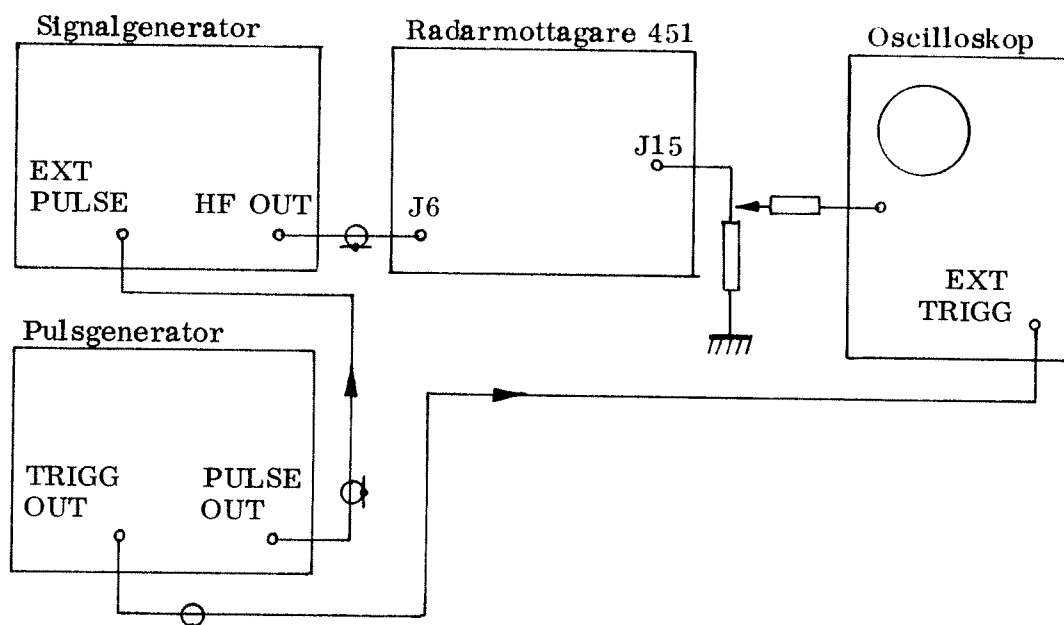

Bild 5. Mätuppkoppling för kontroll av förstärkning
4.4.1.1 Koppla upp enligt bild 5.
- 4.4.2.1 Uppkopplingen ska ske enligt bild 5 och inställningarna enligt avsnitten 4.4.1.2 - 4.4.1.13.
- 4.4.3.1 Uppkopplingen ska ske enligt bild 5 och inställningarna enligt avsnitten 4.4.1.2 - 4.4.2.8.